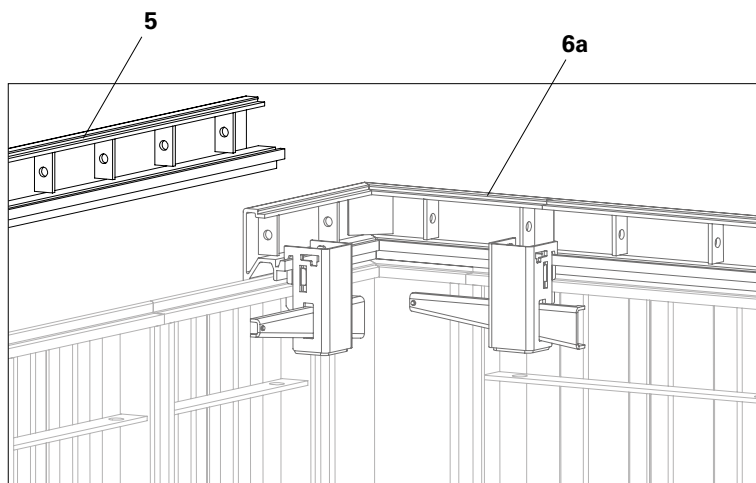

Fig. B2.08
5. Posizionare il telaio di transizione UNO Plus (5) successivo sull'altro lato a filo dell'angolo del telaio di transizione UNO Plus (6a), assicurandosi che non si formino spazi vuoti. (Fig. B2.08)